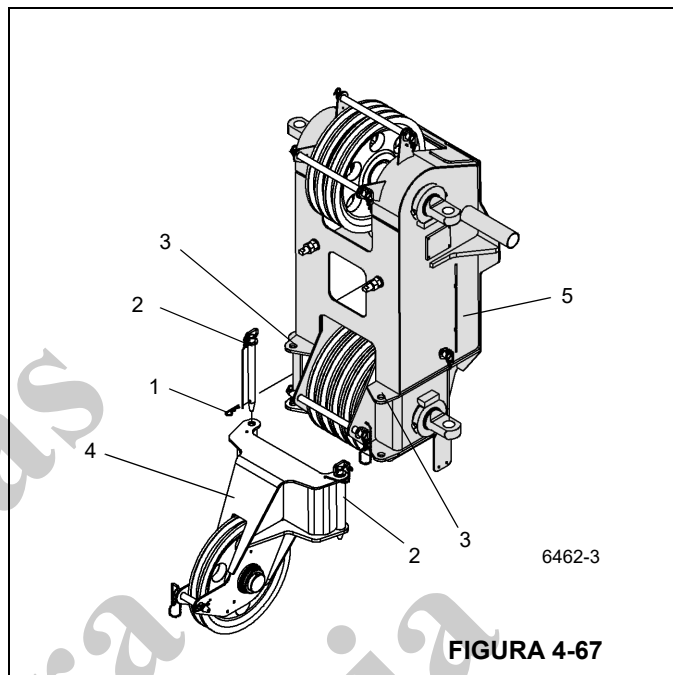

FIGURA 4-67
A extremidade da lança auxiliar de polia única é posicionada na frente da cabeça da lança principal e fixada com dois pinos (2) Figura 4-67.
- Remova os pinos de retenção (1) e remova os dois pinos (2) que fixam a extremidade da lança auxiliar de polia única nos suportes de montagem (3) da extremidade da lança principal.
- Eleve a extremidade da lança auxiliar de polia única (4) dos suportes de montagem (3) da lança principal.
- Solte o pino de retenção (1) e remova os pinos (2) da extremidade da lança auxiliar de polia única Figura 4-67.
- Use um guindaste auxiliar para alinhar a extremidade da lança auxiliar de polia única (4) com a extremidade da lança principal (5).
- Fixe a extremidade da lança auxiliar de polia única (4) nos suportes de montagem (3) da extremidade da lança principal usando os pinos (2).
- Fixe os pinos (2) com um pino de retenção (1).